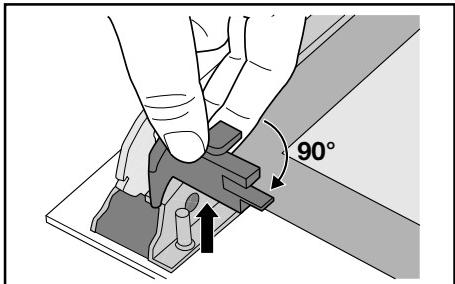

Abb. 12
- 8)** drehen Sie die beiden Feststeller um 90° und ziehen Sie diese aus ihrem Sitz (Abb. 12);